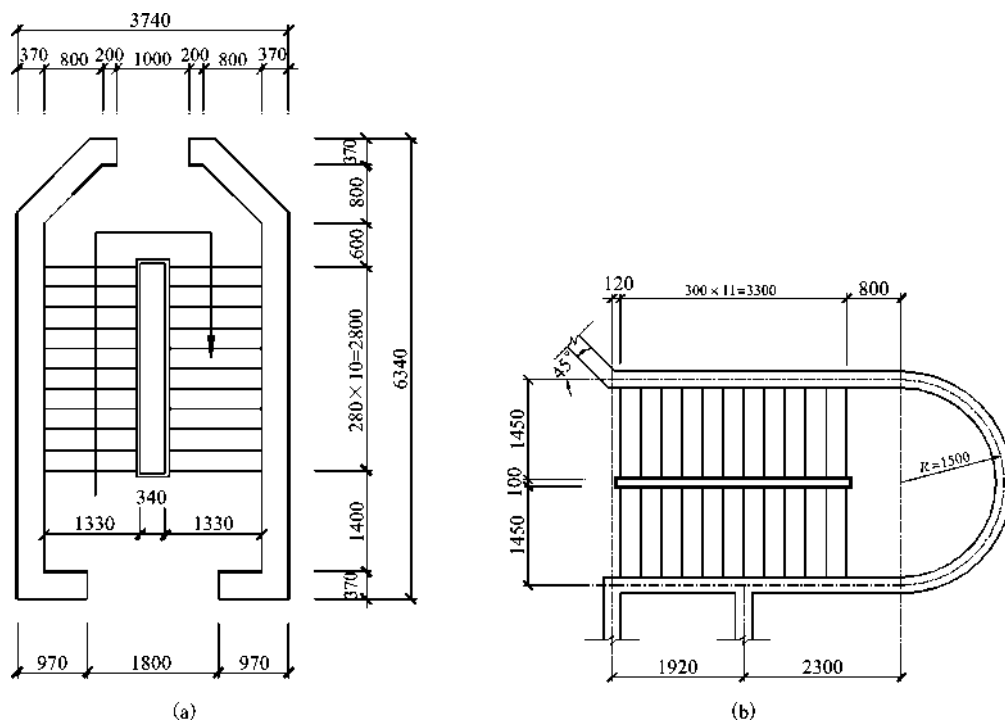

图 1-144 习题 13
13. 按图 1-144 规定尺寸精确绘图, 要求图形层次清晰, 图层设置合理。墙线应有一定的宽度, 宽度自行设置。